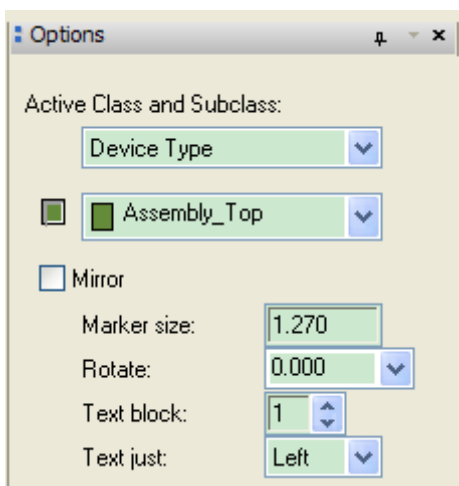

图 2.24 添加元件类型
- 添加元件类型，击左边工具栏  图标，或者选择菜单 Add->Text，或者直接执行菜单 Layout->Labels->Device。Options 窗口如图 2.24 所示。在元件旁边单击鼠标左键，然后在命令状态栏中输入：dev(大小写无所谓)回车，右键选择 Done。